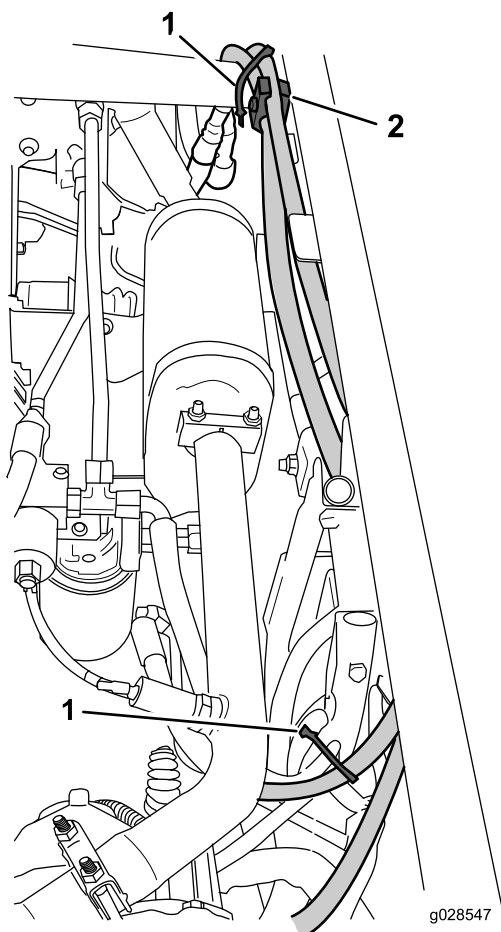

Figura 10
2. Montate un accoppiatore rapido maschio sull'estremità femmina del flessibile idraulico proveniente dalla valvola della barra di sollevamento (Figura 10).
4. Fissate i flessibili con 2 fascette per cavi, un serratubo e un bullone serrafilo nei punti indicati nella Figura 10.